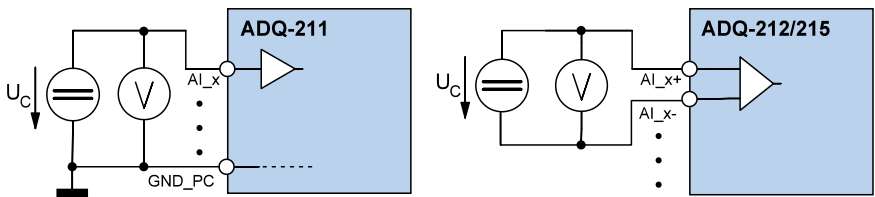

Abb. 2: Kalibrierbeschaltung
3. Legen Sie nacheinander an jeden Eingangskanal eine konstante Spannung an, die Sie mit einem hochgenauen Spannungsmessgerät (z. B. Multimeter) überprüft werden sollte. Beachten Sie, dass der Spannungsmesser eine höhere Genauigkeit besitzen muß als die Genauigkeit Ihrer Karte. Siehe auch Abb. 2.